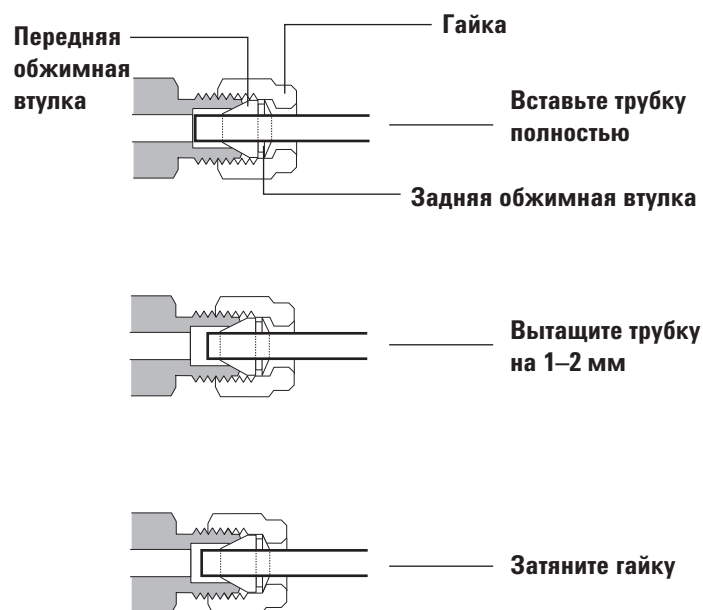

Рис. 15. Вставка трубки
- 4 Полностью вставьте трубку в заглушку, затем извлеките ее приблизительно на 1–2 мм См. **Рис. 15**.